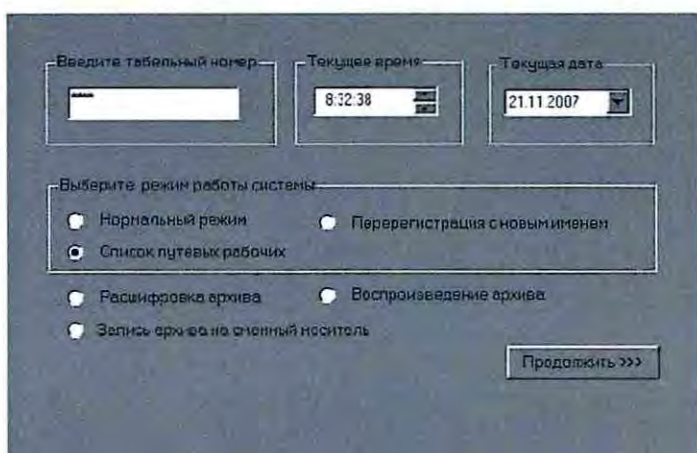

Рисунок 9. Вход на АРМ ДСП.
7.3.3 После перезапуска на монитор ПЭВМ выводится окно диалога для регистрации ДСП. В поле «Введите табельный номер» вместо номера необходимо ввести пароль электромеханика, и затем нажать клавишу «Enter». Если пароль введен верно, в окне диалога станет возможным выбор дополнительных режимов работы «Расшифровка архива», «Запись архива на сменный носитель», «Воспроизведение архива» (Рисунок 9).